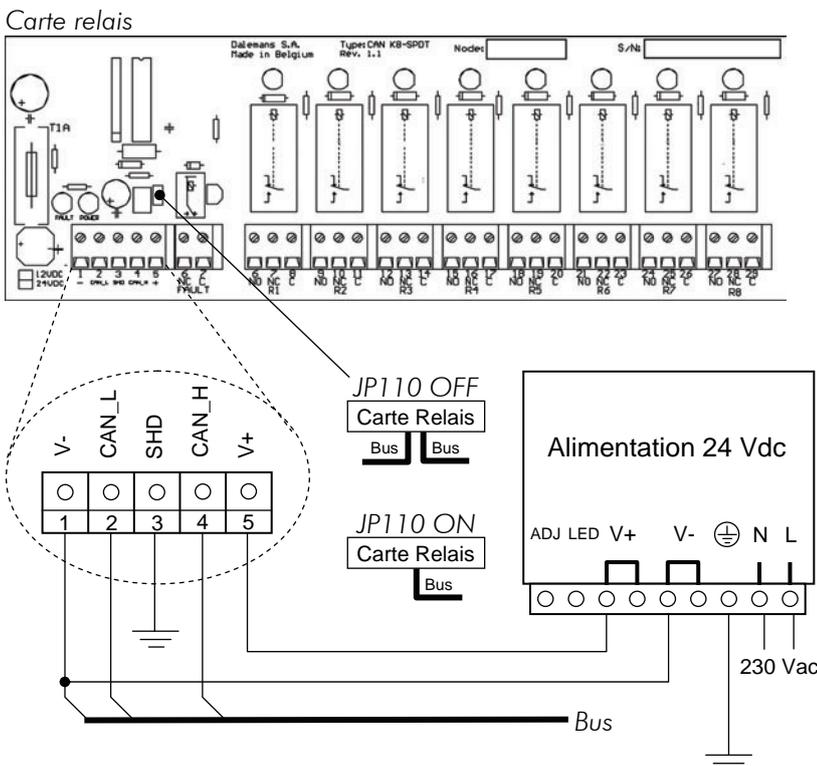

Fig. 38
- Relier l'alimentation de la carte relais (V+ et V-) à l'alimentation supplémentaire (Fig. 38).